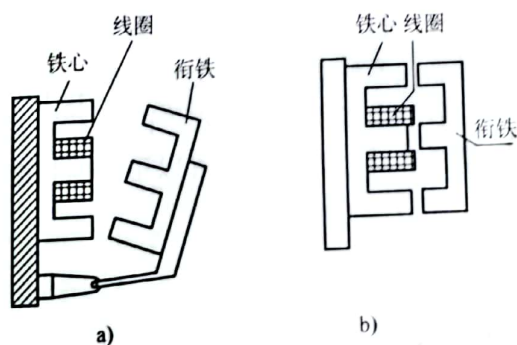

图 5-2 交流接触器电磁系统结构图
1) 电磁机构。电磁机构的主要作用是将电磁能量转换成机械能量，带动触点动作，完成通断电路的控制作用。电磁机构由铁心（静铁心）、衔铁（动铁心）和线圈等几部分组成。根据衔铁的运动方式不同，可以分为转动式和直动式，交流接触器电磁系统结构图如图 5-2 所示。交流接触器的铁心一般都是 E 型直动式电磁机构，如 CJ0、CJ10 系列，也有的采用衔铁绕轴转动的拍合式，如 CJ12、CJ12B 系列接触器。为了减少剩磁，保证断电后衔铁可靠地释放，E 型铁心中柱较短，铁心闭合后上下中柱间形成 0.1~0.2mm 的气隙。